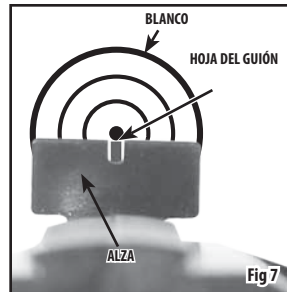

Fig 7
- El arma de aire comprimido está correctamente apuntada cuando el guión está colocado exactamente en el centro de la muesca del alza. La parte superior del guión debe estar a la misma altura que la parte superior del alza. El centro del blanco debe parecer sobre la parte superior del guión (Fig. 7).